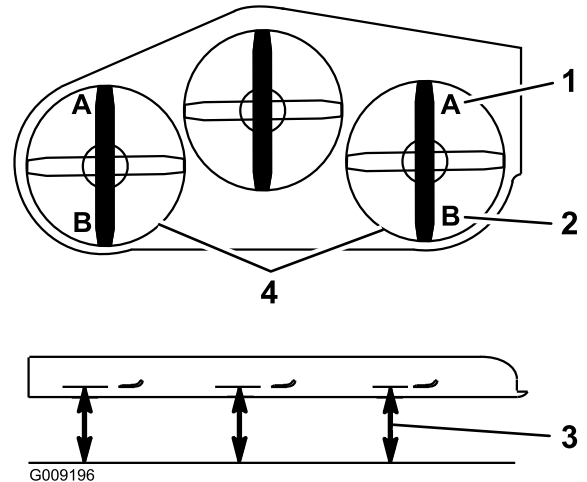

Figura 115
- En ambos lados de la carcasa, mida desde la superficie nivelada hasta la punta delantera de la cuchilla (Posición A), según se muestra en Figura 115.
15. En ambos lados de la carcasa, mida desde la superficie nivelada hasta la punta trasera de la cuchilla (Posición B), según se muestra en Figura 115.